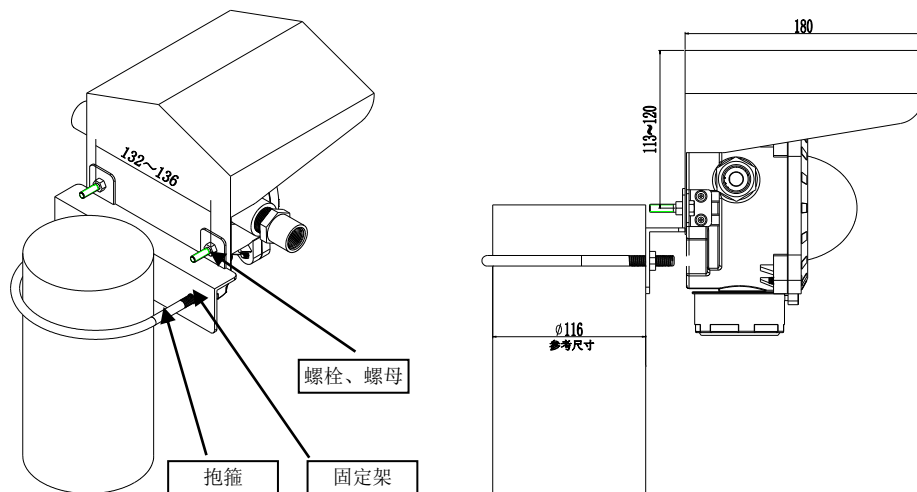

图5 安装示意图 5
5. 警报器安装在立柱等结构上采用抱箍安装形式时，防雨罩（代码：30210109 LZ1003 防雨罩）安装方式参见示意图 5，图示抱箍结构仅供参考，固定架参考使用厚度为 4mm 角钢，实际抱箍结构形式可由安装人员确定，使用两个 M6×20 螺栓直接固定在抱箍与警报器之间，并确认固定牢固。